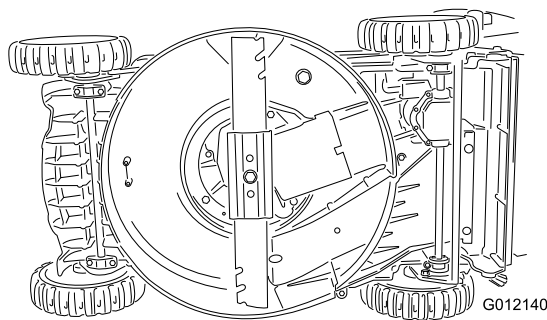

Figura 23
- Coloque la máquina de lado (Figura 23), con la varilla de aceite hacia abajo.